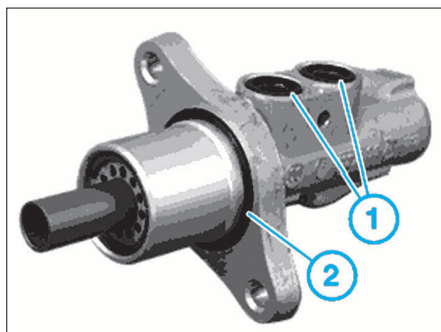

FIG. 19
- remplacer les joints (1) et (2) du maître-cylindre (Fig.19).